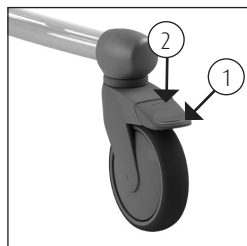

Figure 1 Roue pivotante.
- La chaise Flexo peut être freinée en enfonçant du pied la languette bleue (1) de la roue (Cf. figure 1).
- Pour déverrouiller le frein de la chaise Flexo, relevez la languette bleue de la roue, en enfonçant du pied la partie supérieure de la languette (2) (Cf. figure 1).